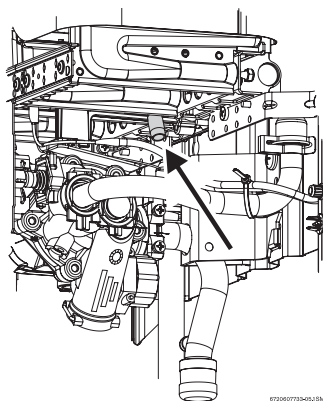

Fig. 11 Punctul de măsurare a presiunii
- ▶ Se deșurubează șurubul de închidere (fig. 11).